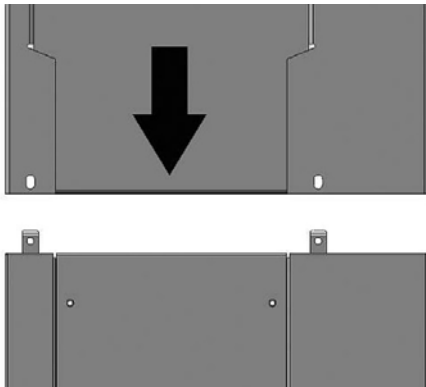

Fig.11: Montaje de la cepilladora de superficies y regruesadora
Paso 8: levante la cepilladora de superficies y espesores base de la máquina (Fig.11) con la ayuda de una segunda persona.